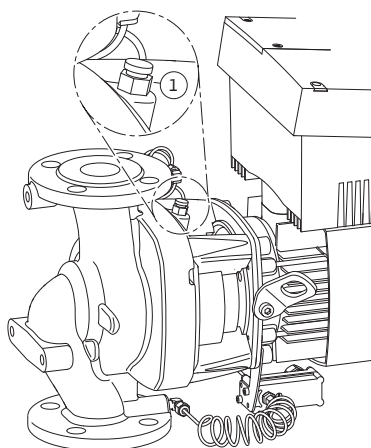

Fig. 48: Вентиляционный клапан
6. Сбросить давление в насосе путем открывания вентиляционного клапана (Fig. 48, поз. 1).